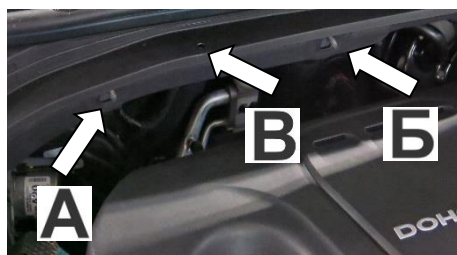

Рис.1
1. Скрутить пистоны А и Б со шпилек, извлечь пистон В, (Рис.1).